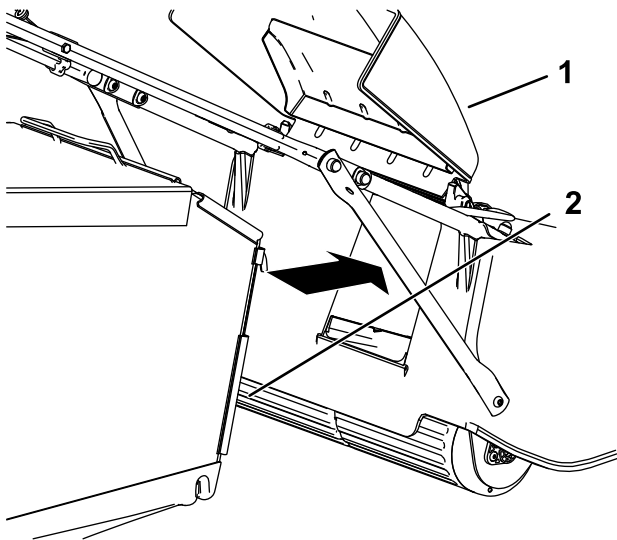

Figura 20
3. Fixați sacul de iarbă în poziție (Figura 20).